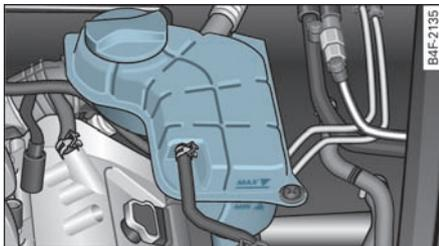

图 234 发动机舱：冷却液补偿罐上的标记
- 从补偿罐上察看冷却液液位 =>图 234。在发动机冷态时，冷却液液位必须在标记“min”（最低）和“max”（最高）之间。在发动机热态时，冷却液液位会略超过标记“max”（最高）。
- 在冷却液补偿罐 => 第253页, 图 234 的盖子上覆盖一块抹布, 然后把盖**小心地**向左拧开取下 => 。